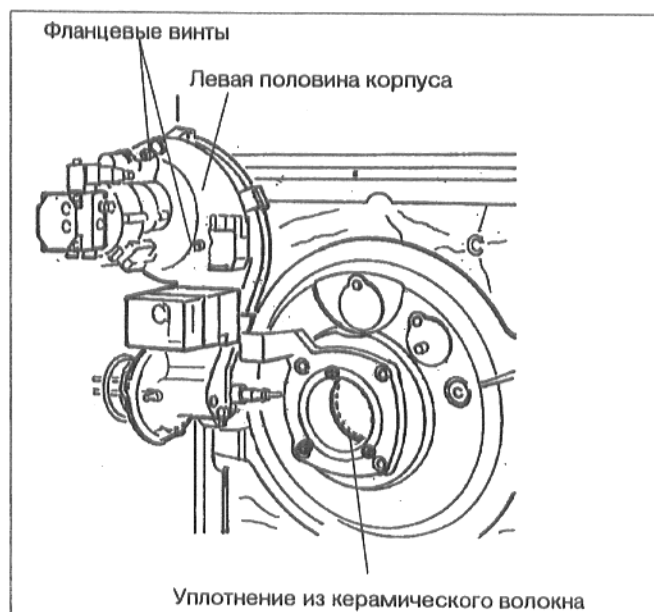

Рис.8: Положение технического обслуживания 1
- Ослабить фланцевые винты (рис.8) (3 винта). Снять двигатель с крыльчаткой вентилятора. Произвести визуальный контроль крыльчатки вентилятора, при необходимости очистить.
- Ослабить три крепежных винта. Вынуть трубу горелки (рис.8).
- Установить новую трубу горелки и новое уплотнение из керамического волокна (рис.8). Типоразмер трубы горелки - см. обозначение на трубе горелки и дополнительный формуляр "Технические данные".